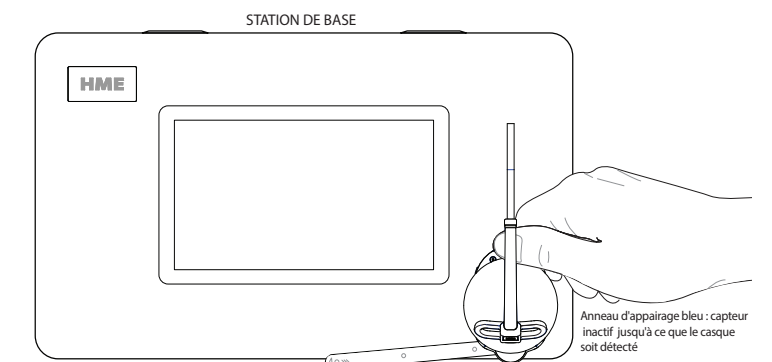

Fig. 3.3
- Appariez le casque en maintenant le côté du clavier du casque contre l'anneau d'appariement du casque (cercle bleu) sur la base (voir Fig. 3.3). L'appariement commence automatiquement dès que le casque d'écoute est détecté.